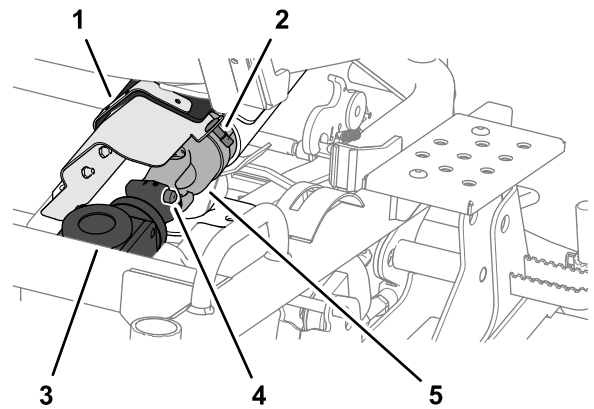

Figura 112
1. Ruotate il fissaggio a un quarto di giro e aprite la protezione del giunto cardanico dal copricinghia (Figura 112).
2. Scollegate l'estremità anteriore dell'albero di trasmissione dalla scatola a ingranaggi del piatto di taglio premendo il perno a molla e poi tirando all'indietro l'estremità dell'albero di trasmissione (Figura 112).
1. Allineate le scanalature del giunto cardanico dell'albero di trasmissione con le scanalature dell'accoppiamento della scatola a ingranaggi; fate riferimento alla Figura 112 in Come scollegare l'albero di trasmissione dalla scatola a ingranaggi del piatto di taglio \(pagina 76\).
2. Fate pressione sul perno a molla e poi spingete l'estremità dell'albero motore in avanti; fate riferimento alla Figura 112 in Come scollegare l'albero di trasmissione dalla scatola a ingranaggi del piatto di taglio \(pagina 76\).
3. Rilasciate il perno a molla e controllate che il giunto cardanico dell'albero di trasmissione sia bloccato nella scatola a ingranaggi del piatto di taglio; fate riferimento alla Figura 112 in Come scollegare l'albero di trasmissione dalla scatola a ingranaggi del piatto di taglio \(pagina 76\).
4. Chiudete la protezione del giunto cardanico e assicuratela al copricinghia con il fissaggio a un quarto di giro; fate riferimento alla Figura 112 in Come scollegare l'albero di trasmissione dalla